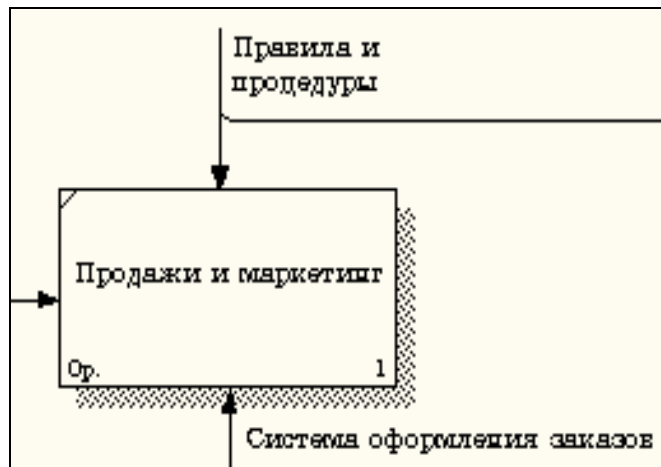

Рисунок 3.7 – Стрелка "Система оформления заказов"
6. Переименуйте стрелку механизма работы "Продажи и маркетинг" в "Систему оформления заказов". Выполняется аналогично предыдущему задаанию (рисунок 3.7).